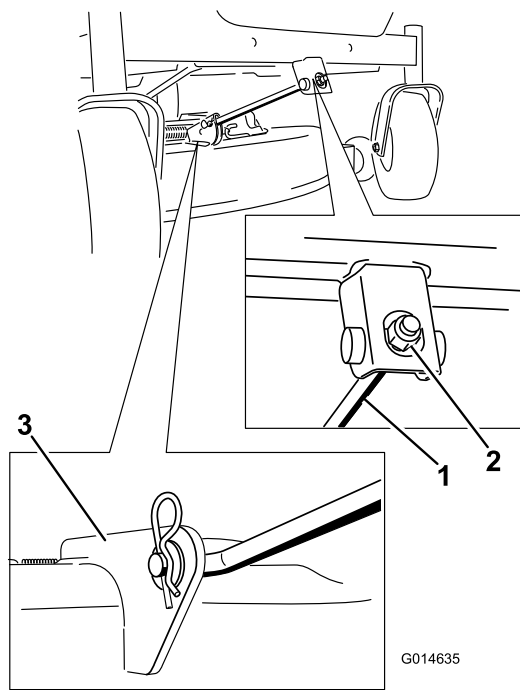

Figure 57
4. Retirez la goupille fendue de la tige de support avant et déposez la tige du support de tablier (Figure 57).
6. Fixez la tige de support avant au tablier de coupe à l'aide de l'axe de chape et de la goupille fendue (Figure 57).